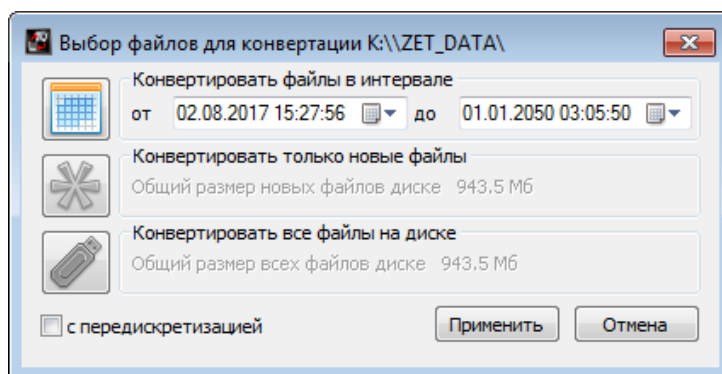

Рис. 6.12 Программа конвертации файлов
4. На компьютере автоматически запустится программа «Выбор файлов для конвертации с диска». Данная программа предназначена для копирования и конвертации файлов с карты памяти анализатора на компьютер (Рис. 6.12).